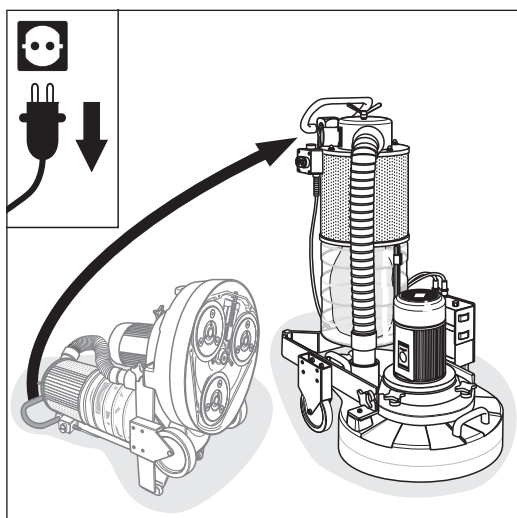

Abb. 90 Mit beiden Händen an den Haltebügel greifen und die Maschine vorsichtig nach vorne kippen.
- 3 Greifen Sie mit beiden Händen an den Haltebügel und kippen Sie die Maschine vorsichtig nach vorne (Abb. 90).